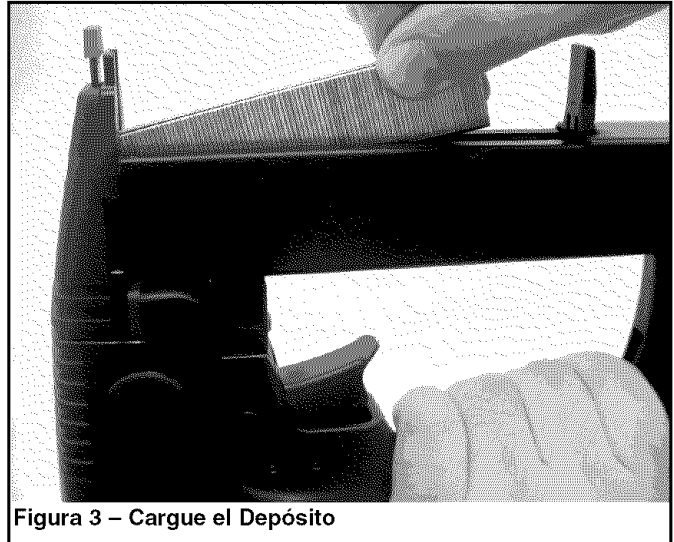

Figura 3 – Cargue el Depósito
- Inserte los sujetadores en el depósito. Coloque los sujetadores en el depósito con las puntas escopleadas de las grapas orientadas hacia arriba (véase la Figura 3).